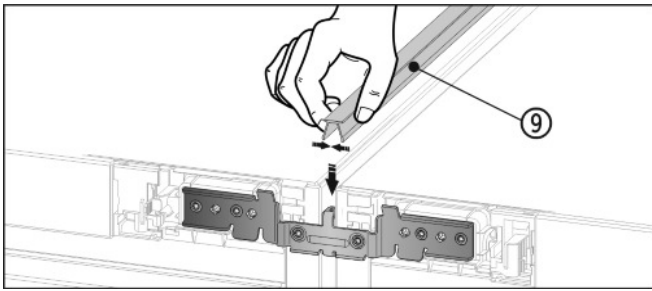

Fig. 13
- ▶ Druk aan de bovenkant de korte afdeklíjst Fig. 13 (9) in de horizontale uitsparing.